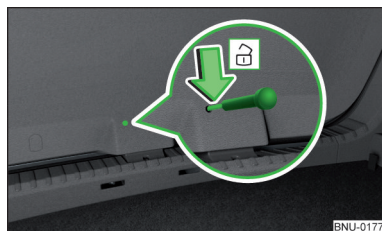

Fig. 326
- Introduzca un destornillador o una herramienta similar hasta el tope en la apertura del revestimiento de trampa » **fig. 326**.